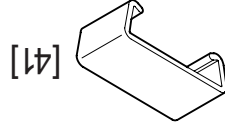

FIG. 3-1 Tracer les repères sur l'encadrement de la porte
- Al lado izquierdo y derecho de la puerta (Fig. 3-1).
- Sur le côté droit et le côté gauche de votre porte (Fig. 3-1).